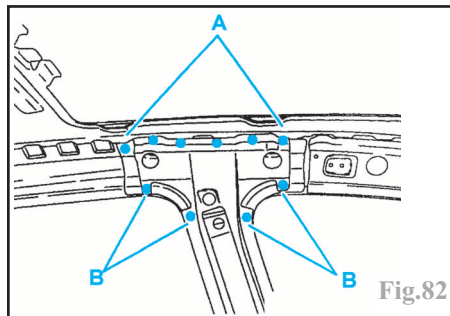

Fig.82
-points bouchons au MIG (suivant A et B) et meuler les bouchons (Fig.82),